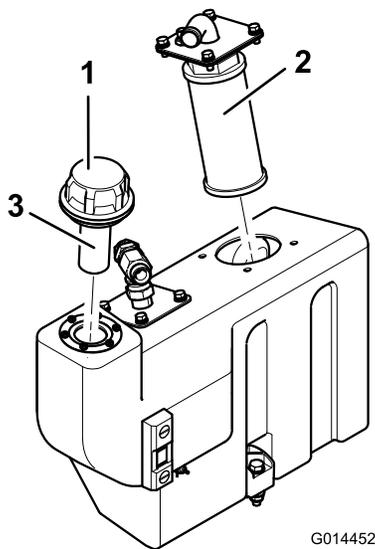

Figura 73
1. Retire a flange de sucção do depósito de óleo para obter acesso ao filtro de rede da sucção (Figura 73).
2. Desaparafuse e retire o filtro de rede e limpe com parafina ou petróleo antes de o instalar (Figura 73).